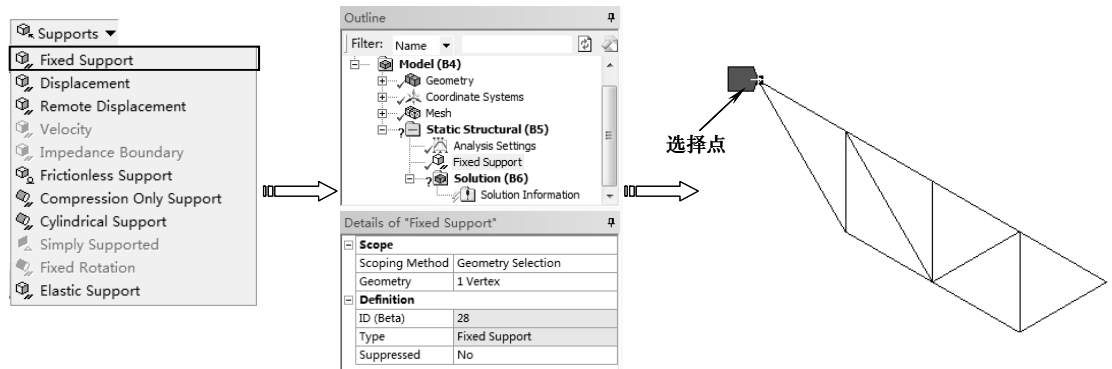

图 5-100 施加固定约束
2) 单击【Environment】工具栏上的【Supports】|【Fixed Support】命令, 单击【图形】工具栏上的选择模式下的【Single Select (单选)】按钮, 然后再单击【Point (选择面)】按钮, 在【Details of “Fixed Support”】列表中单击【Scope】选项下的【Scoping Method】项, 选择左上角点, 单击【Geometry】项中的【Apply】按钮完成, 如图 5-100 所示。